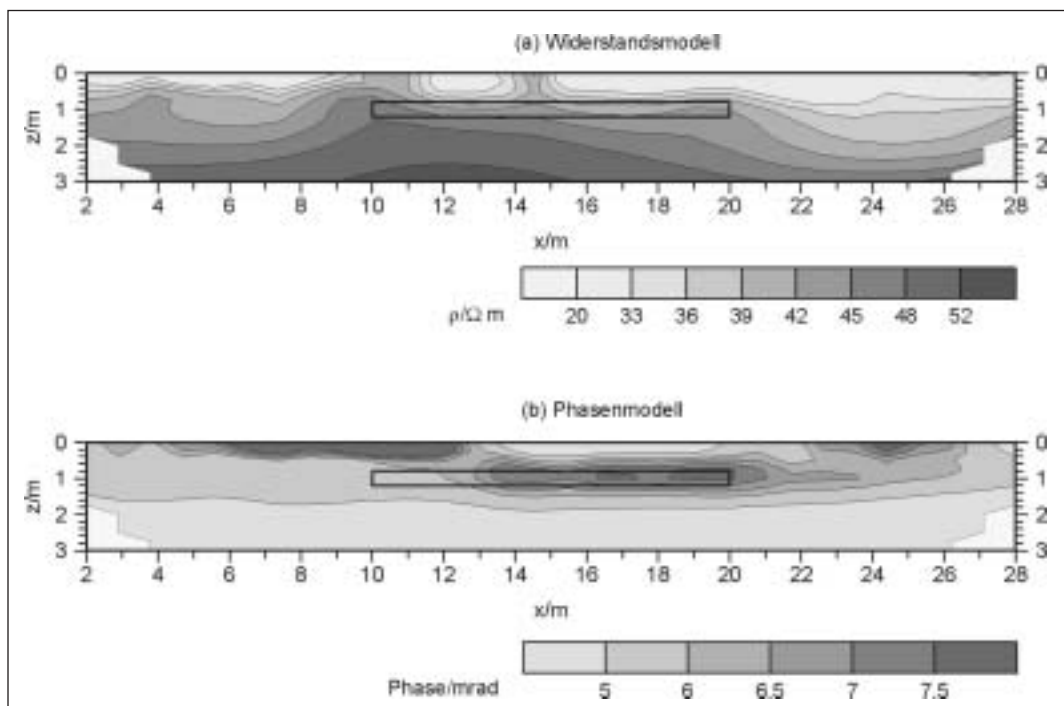

Bild 6: Ergebnis einer Profilmessung senkrecht zum Bohlenweg. Die vermutete Lage des Weges ist als Rechteck angedeutet.
**Bild 6** zeigt das resultierende Untergrundmodell der 5 Hz-Messung. Die vermutete Lage des Bohlenwegs ist als Rechteck angedeutet. Neben einer Zunahme der Widerstände mit der Tiefe ist ein Plateau zu erkennen, das mit der Lage des Bohlenwegs korreliert. Das Plateau ist ein indirekter Hinweis auf die verborgene archäologische Struktur. Im Gegensatz zum Widerstand ist der Bohlenweg im Phasenmodell deutlich zu erkennen. Die Anomalie mit Phasen von 7 bis 9 mrad liegt fast exakt im Bereich des Rechtecks und stimmt mit der vorhergesagten Position des Weges überein. Während die rechten, d.h. nördlichen beiden Bahnen zu sehen sind, fehlt die